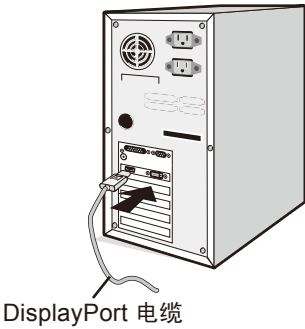

图 A.1
- 2. 对于带有 **DisplayPort** 输出的 **PC**：将 DisplayPort 电缆连接到系统的显卡接口（图 A.1）。